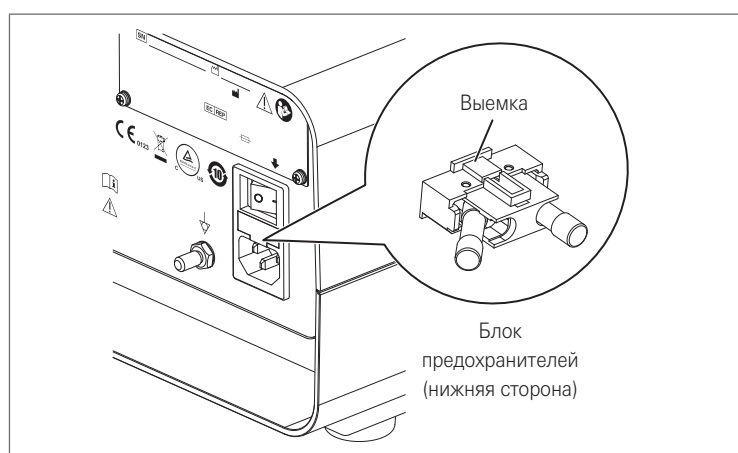

Рис. 6.1
2. Вставьте отвёртку с плоским шлицем в выемку блока предохранителей сразу под гнездом электропитания (см. рис. 6.1).